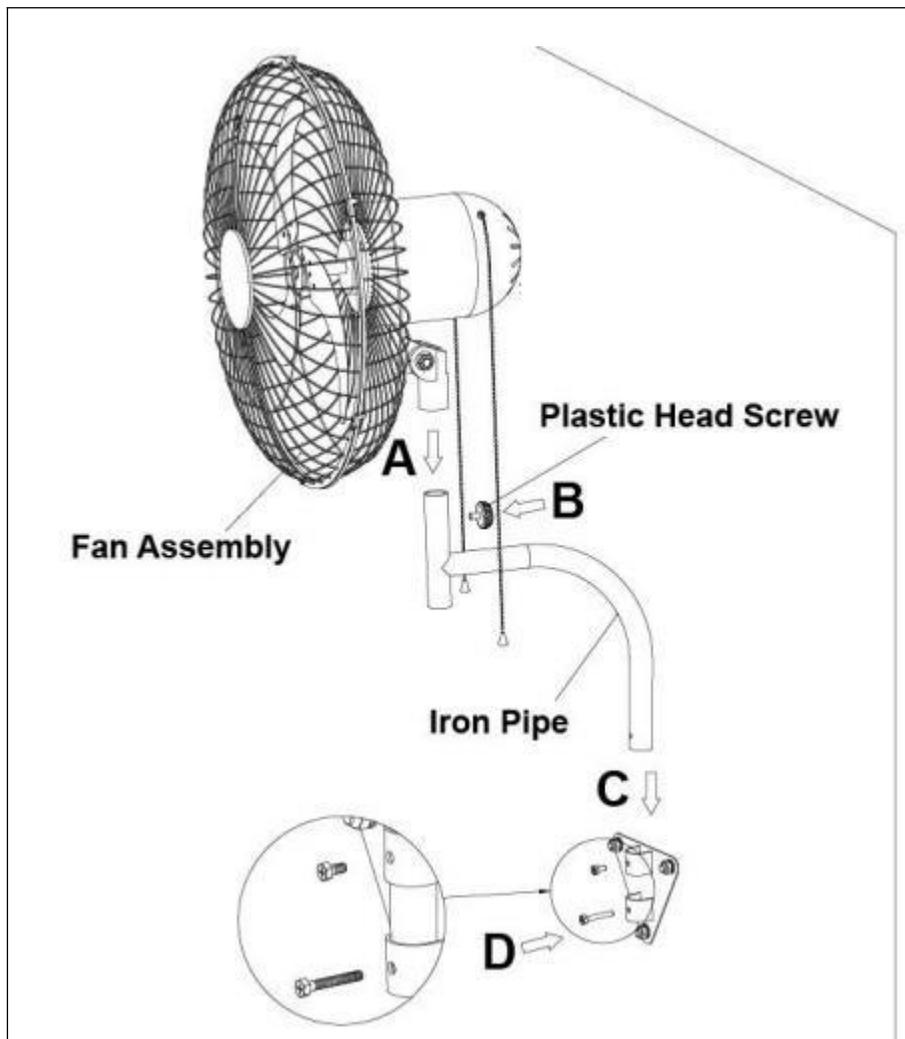

Figura 8.
1) . Instale el cabezal del ventilador en el tubo de hierro, luego bloquee el tornillo de cabeza de plástico (9). Como se muestra en Figura 8. - AB